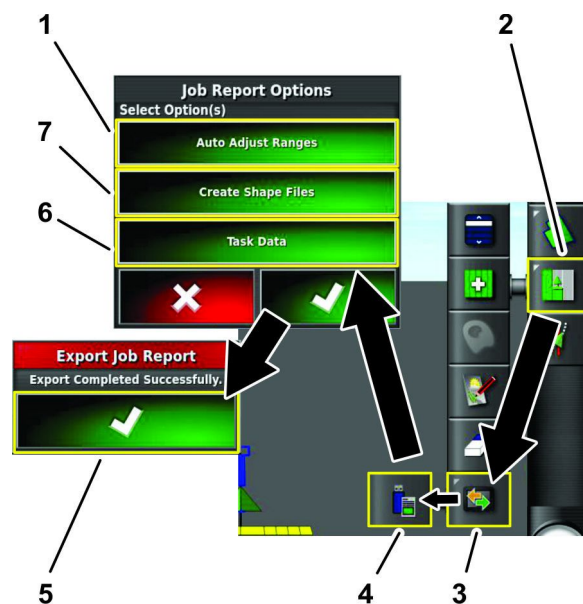

図 29
1. 作業メニューアイコンを押す 図 29。
2. データ交換メニューアイコンを押す 図 29。
3. 作業レポートをUSBにエクスポートアイコンを押す 図 29。
5. 形状ファイルを作成アイコンを押す 図 29。
6. 作業レポートのオプションダイアログボックスで承認アイコンを押す 図 29。
7. 作業レポートオプションのエクスポートのダイアログボックスで承認アイコンを押す 図 29。